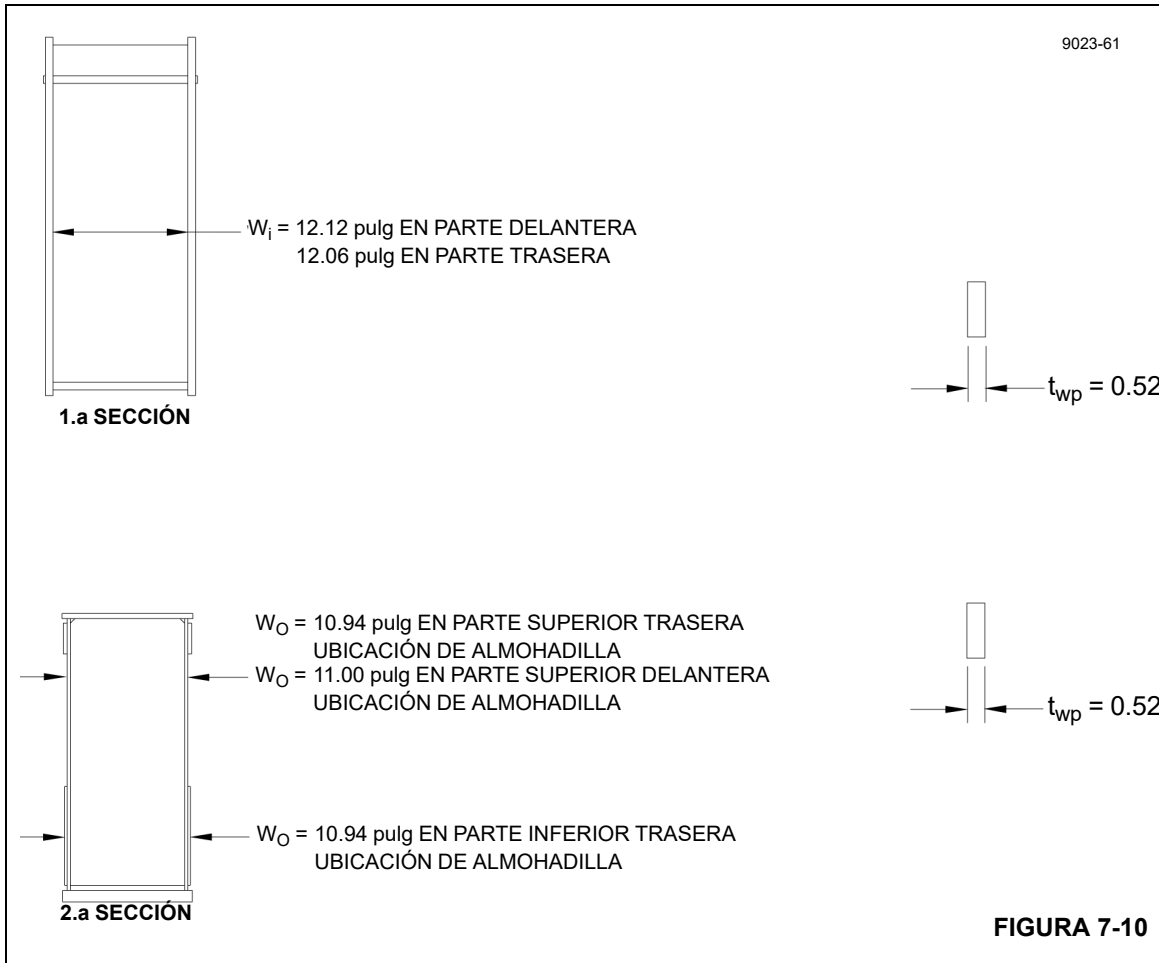

FIGURA 7-10
4. Reste el ancho exterior más grande (W_0 , Figura 7-8) de la sección interior y el grosor de las dos almohadillas (t_{wp} , Figura 7-9) del ancho interior de la sección exterior (W_i , Figura 7-7). Añada suplementos según se requiera (cada suplemento mide 0.8 mm o 1.5 mm [0.03 pulg o 0.06 pulg] de grosor) para ajustar las almohadillas de modo que haya una separación de 0 a 1.5 mm (0.00 a 0.06 pulg) entre la parte más ancha de la sección interior del estabilizador y la parte más angosta de la sección exterior del estabilizador con los suplementos y las almohadillas instalados. Consulte la Figura 7-10 y la Tabla 7-1. para ver ejemplos.